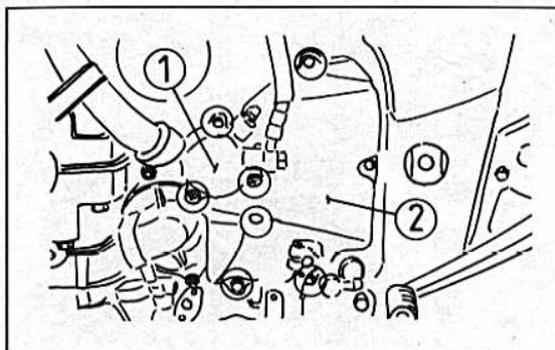

Bild 283
- Den Kurbelgehäusedeckel links demontieren (Bild 283).